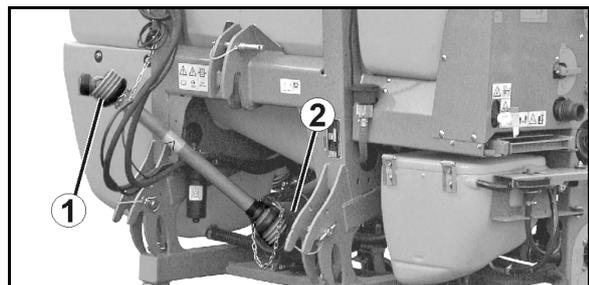

Fig. 9
- Bloqueo de transporte (Fig. 9/1) en el varillaje de pulverización **Q-plus** para evitar el despliegue involuntario